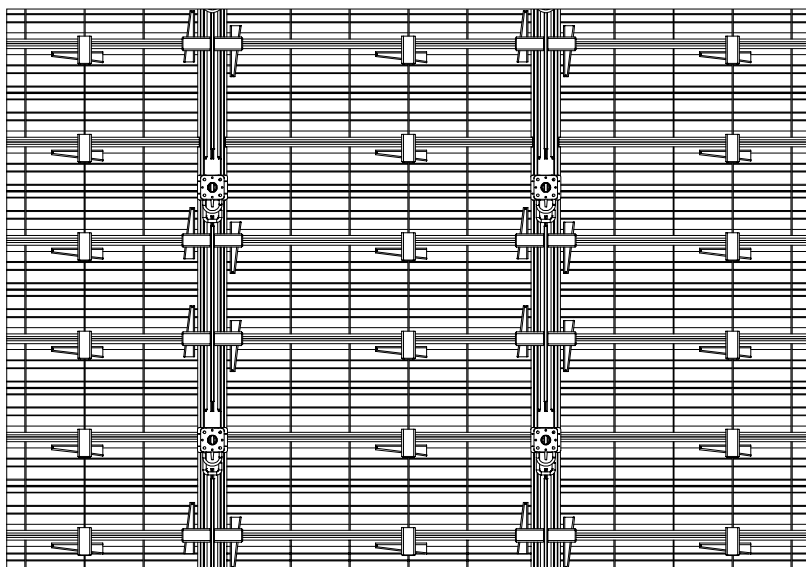

Fig. B7.15
- Collegare ogni telaio per trave a un altro con un giunto UNO Plus nel modo più centrale possibile dell'area di un puntone trasversale, quindi fissarlo. (Fig. B7.15) Inserire il cuneo usando il martello.
- Se possibile, collegare due telai per trave adiacenti sopra il giunto con le travi per soletta. Se non è possibile, collegare ogni singolo telaio per soletta alla relativa trave. (Fig. B7.15)
- Ogni telaio per soletta deve essere assicurato alla trave con un giunto o un giunto a vite. (Fig. B7.15)